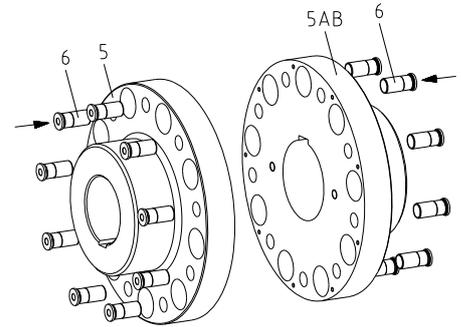

Bild 15
- Treiben Sie die Buchsen (Bauteil 6) mit leichten Schlägen in die kleineren Bohrungen der Naben Teil 5 (Bauteil 5) bzw. Teil 5AB (Bauteil 5AB) (siehe Bild 15).